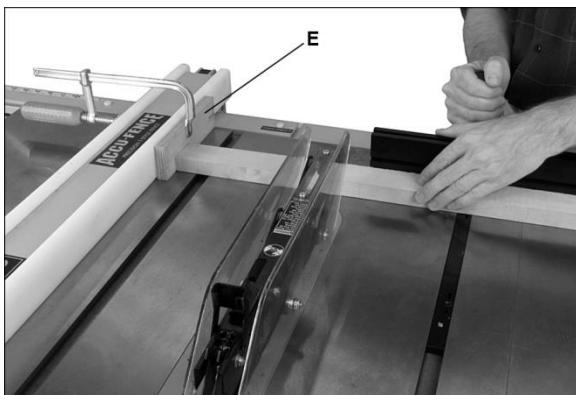

Рисунок 9-8
- Не используйте угловой и параллельный упор в одной и той же операции, если только не предусмотрено использование вспомогательной доски на упоре так, чтобы позволить отрезной части заготовки высвободиться до начала фактического распила (см. Рисунок 9-8).
Поперечное пиление никогда не должно производиться на весу, а продольный упор нельзя использовать в качестве ограничителя, если только вспомогательный блок (E, Рисунок 9-8) не зажат в передней части зоны диска, так что отрезанный кусок выйдет за пределы блока до начала выполнения основного пропила.